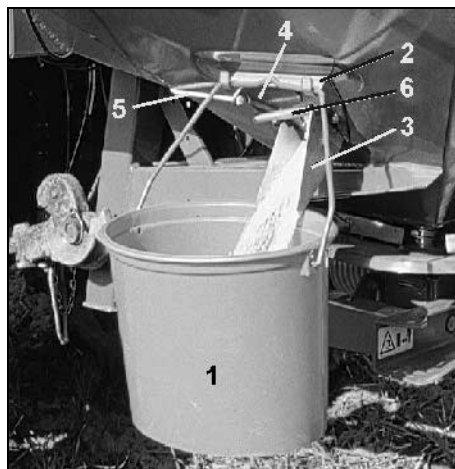

Fig. 35
- Kör mätsträckan under exakt samma förutsättningar som det efterföljande arbetet ska utföras, m a o konstant körhastighet, halvfull behållare, rätt varvtal. Då traktorn passerar startmärket öppnas sidospjället (Fig. 35/4) helt med manöverlinan (Fig. 35/5) (till anslag) och stängs då slutmärket passeras (spjället stängs med fjäderkraft då manöverlinan frigörs). (Fig. 35/6)